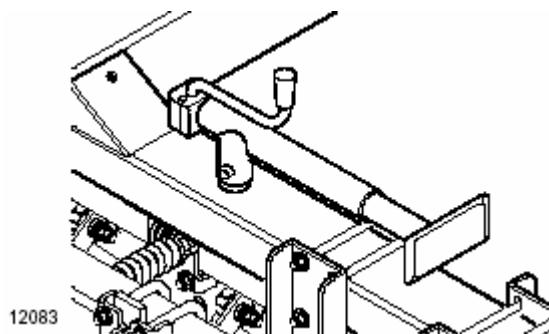

Рисунок 1-2
- Переведите домкрат из положения сбоку хвостовика сцепки в положение на укосине рамы. См. Рисунок 1-2.